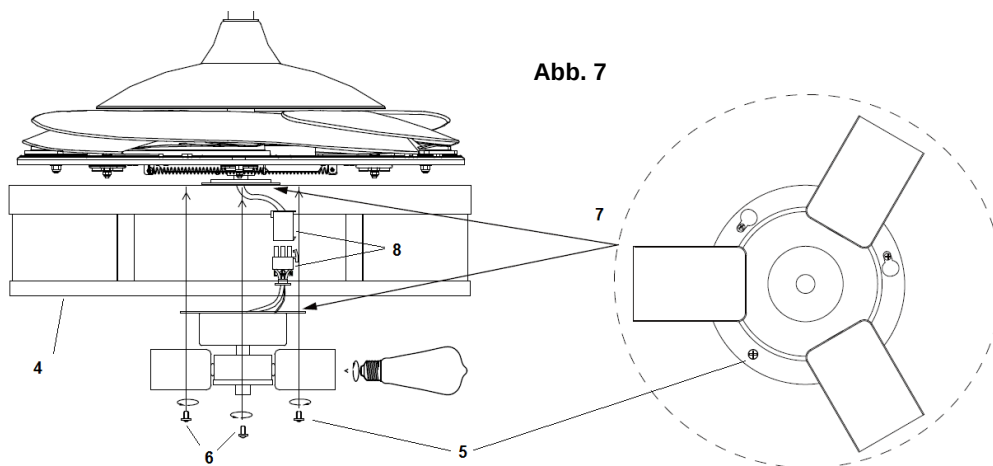

Abb. 7
4. Verbinden Sie die Stecker (8) miteinander.
5. Lösen Sie die Schraube (5) aus dem Lampenschirm (4). Richten Sie die zwei Schlitzschrauben (6) an den Längslöchern des Leuchtensets (7) aus. Abb. 7